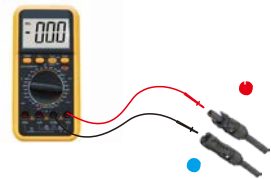
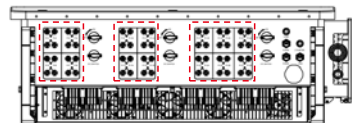

Figura 3.15 Medição do multímetro
Figura 3.16 Ligue os Conectores CC ao inversor
5. Meça a tensão fotovoltaica da entrada CC com o multímetro, verifique a polaridade do cabo de entrada CC (consulte a figura 3.15) e verifique se cada tensão da coluna está dentro da faixa de funcionamento do inversor. Ligue o conector CC ao inversor até ouvir um leve clique, indicando uma ligação bem-sucedida. (veja figura 3.16)